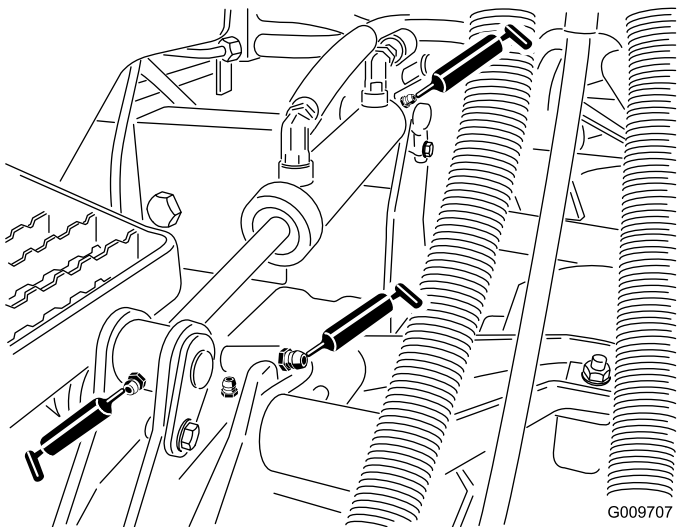

図 84
- 図 84に示す、昇降アームのブッシュカッティングユニット 1 台に 1ヶ所
- 図 84に示す、昇降シリンダのブッシュカッティングユニット 1 台に 2ヶ所